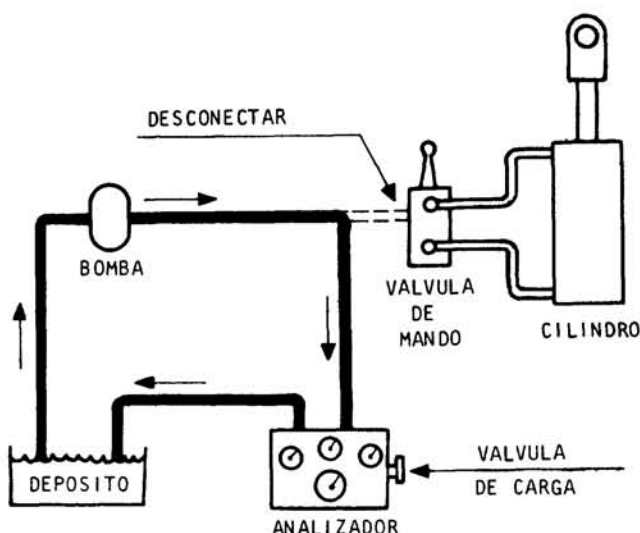

Fig. 1
- c Conecte esta tubería a la boca de entrada del analizador (fig. 1)